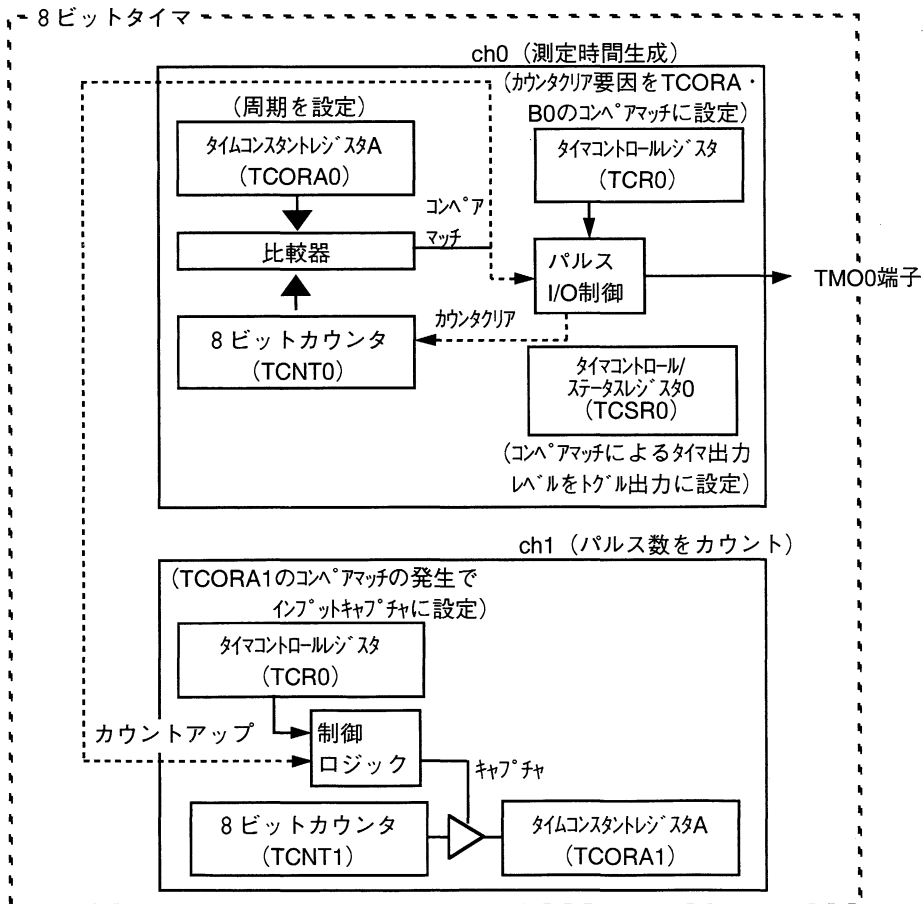

図2 出力パルスカウントブロック図
<p>(1) 図2に本タスク例で使用する8ビットタイマのブロック図を示します。以下に本タスクに使用する機能を示す。</p> <p>(a) 2チャンネルの8ビットタイマをカスケード接続し、チャンネル0のコンペアマッチをチャンネル1のタイマでカウントする機能。(コンペアマッチカウントモード)</p> <p>(b) 設定されたカウント回数に割り込みを発生させる機能。</p> <p>本タスク例ではこの機能を図2に示すように使用し、パルスの立ち上がりをカウントします。</p>